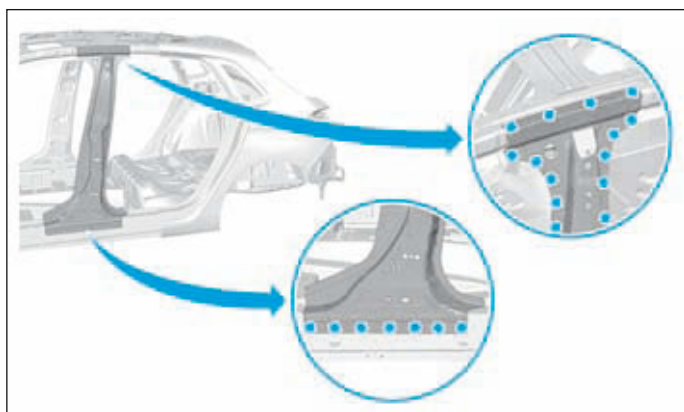

FIG.72
- Dépointer l'ensemble des points de soudure (Fig.72).